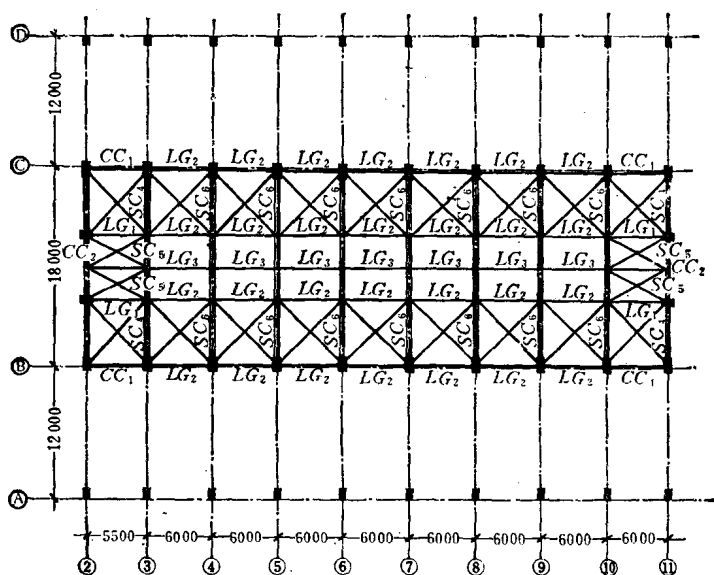

图 11 屋架下弦支撑编号布置图
②屋架下弦支撑编号布置图 详见图11。
(3) 屋面板布置图